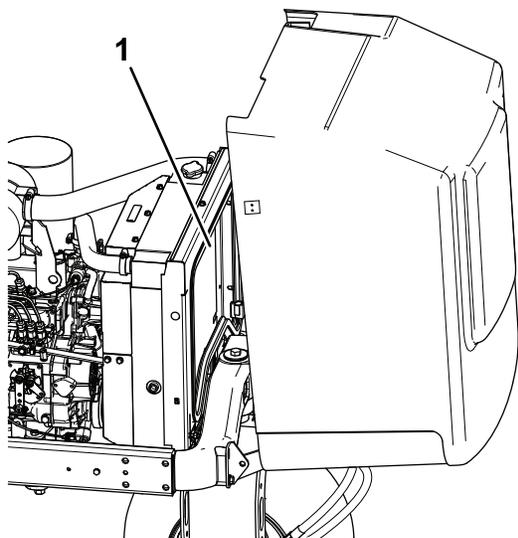

図 69
5. ラジエターの裏表を、水または圧縮空気で丁寧に清掃する 図 69。